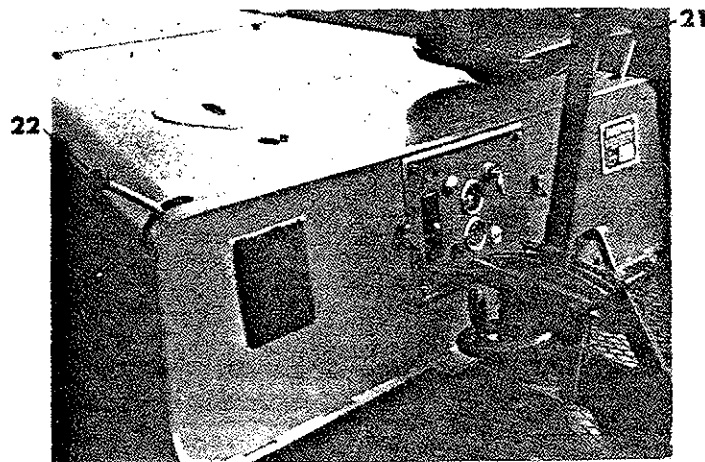

Abb.9
- b) Betätigt man den linken Lenkhebel (Abb. 9, Pos. 21) nach links bzw. nach außen, so erfolgt sinngemäss ein Lenkeinschlag der Lenkwalze nach links. Bei Betätigung des Lenkhebels (Pos. 21) nach rechts bzw. innen erfolgt ein Lenkeinschlag nach rechts. Für den Lenkhebel (Abb. 9, Pos. 22) auf der rechten Walzenrahmenseite gilt sinngemäss das gleiche.